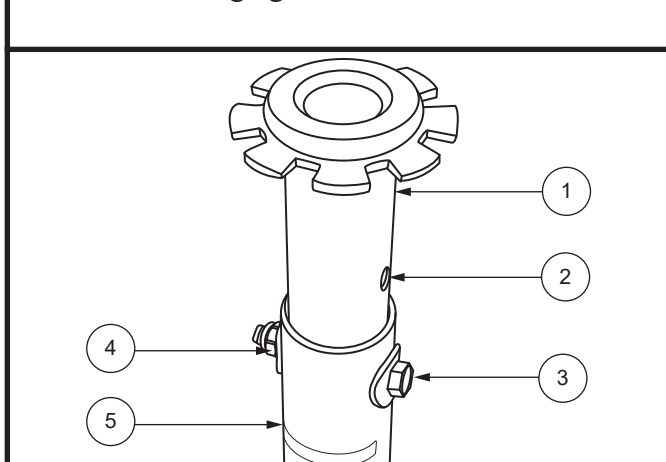

Figure 14. Réglage de la hauteur du siège
Le siège possède plusieurs niveaux de réglage de hauteur différents. Voir la figure 14.
4. Poussez vers le bas le montant du siège tout en desserrant et en enlevant le boulon à épaulement, la rondelle et l'écrou. **Voir la figure 14.**